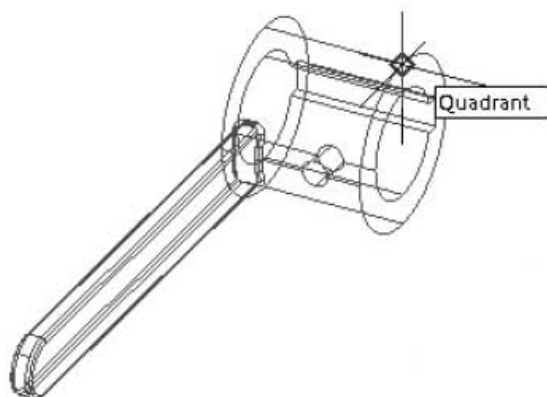

Рис. 12.60. Выбор третьей точки на ручке
7. Третью точку также укажите с привязкой **Квадрант (Quadrant)** — квадрант окружности нижнего основания с поворотом на **90°** относительно ранее указанного направления (рис. 12.60):